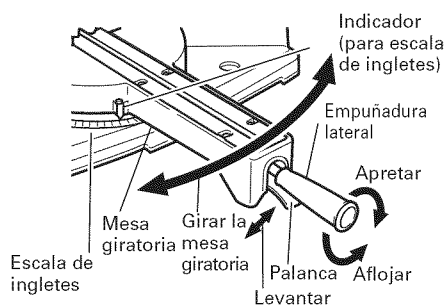
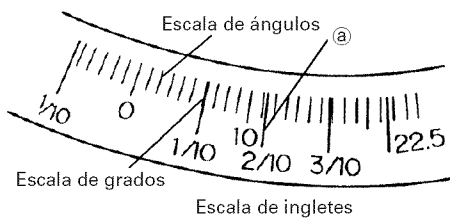

Fig. 32
Fig. 33
(1) Afloje la empuñadura lateral y tire hacia arriba de la palanca para los topes de ángulo. Luego, ajuste la mesa giratoria hasta que el indicador se alinee con el ajuste deseado de la escala de ángulos de inglete (Fig. 32).
(2) Vuelva a apretar la empuñadura lateral para asegurar la mesa giratoria en la posición deseada.
(3) La escala de ingletes (Fig. 33) indica tanto el ángulo de corte de la escala de ángulos como el gradiente en la escala de ángulos.
(4) El gradiente, que es la proporción de la altura hasta la base de la sección triangular a extraerse, puede utilizarse para el ajuste de la escala de ingletes en vez del ángulo de corte, si así se desea (consulte la Fig. 33).
(5) Por lo tanto, para cortar una pieza de trabajo con un grado de 2/10, ajuste el indicador a la posición a como se indica en la Fig. 33.